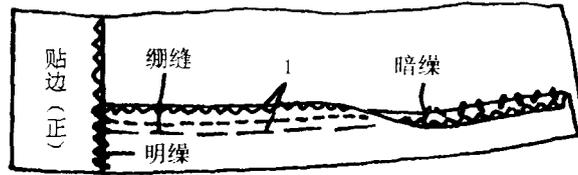

图3-13
13. 在距底摆贴边上边缘 1cm 处将贴边与裙片绷缝固定，然后沿绷线将贴边与裙片暗缲固定。底摆贴边的前端与前门贴边明缲固定。见图 3-13。